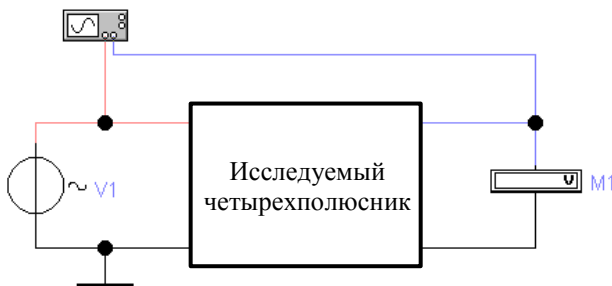

Рис. 5
3.1. Соберите схему для измерения параметра A_{11} четырехполюсника (рис. 5). Независимый источник напряжения $V1$ и символ заземления находятся в группе «Sources» (второй ряд сверху на панели инструментов), вольтметр $M1$ – в группе «Indicators», сопротивления, индуктивности и емкости – в группе «Basic», осциллограф – в группе «Instruments».